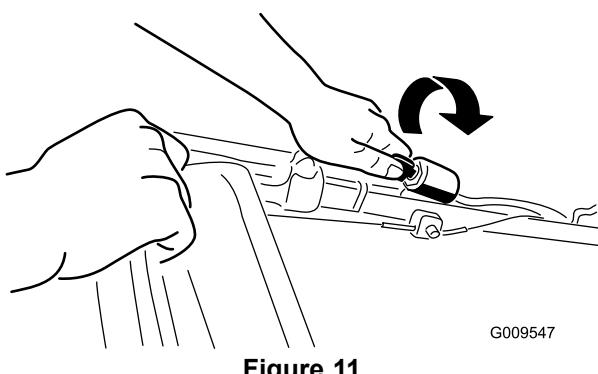
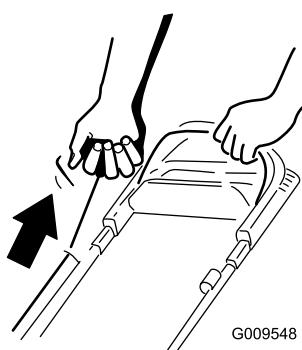

Figure 11
Figure 12
2. Tournez la clé de contact (Figure 11) (modèles à démarrage électrique uniquement) ou tirez la poignée du lanceur (Figure 12).
**Remarque:** Tirez la poignée du lanceur jusqu'à ce que vous sentiez une résistance, puis tirez vigoureusement (Figure 12). Laissez le lanceur se rétracter lentement jusqu'à la poignée.